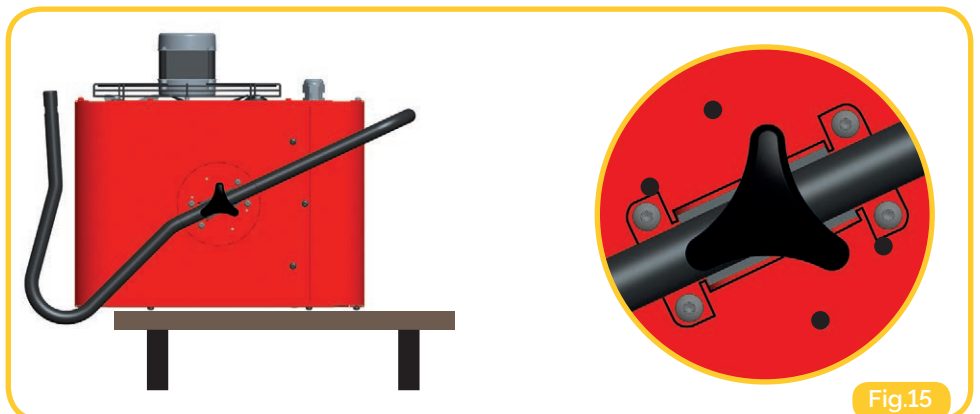

Fig.15
3. Positionner l'arceau en veillant à l'orienter dans le bon sens puis fixer les étriers (Fig. 15).